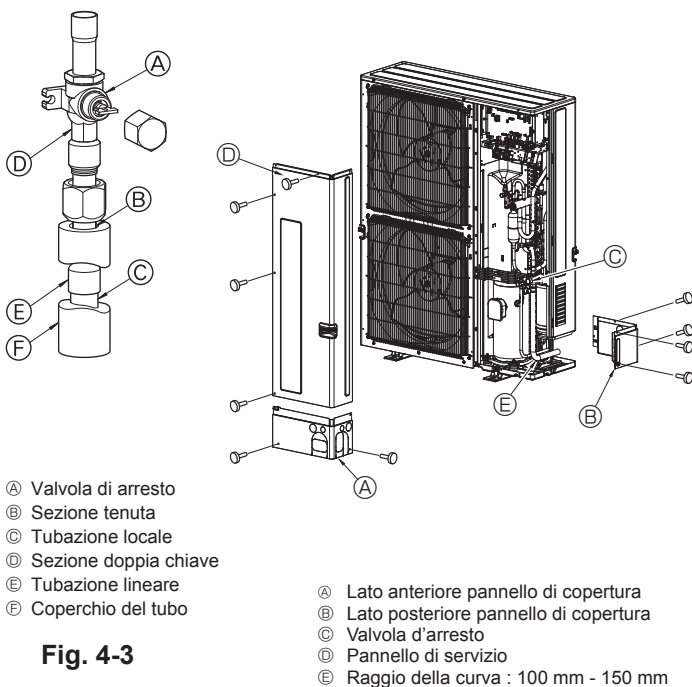

Fig. 4-3
- 3 Per il collegamento delle tubazioni lato gas, procedere nel modo seguente. (Fig. 4-3)